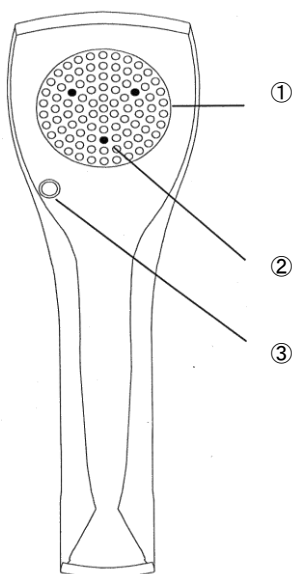

図2
2. 検査音表示側パネルの説明(図2)
- ① 内蔵ラウドスピーカ：内蔵ラウドスピーカは黒い格子の内側にあります。コントロールパネルに表示された強度を得るためには測定耳からの距離が50cmになるようにして下さい（ナローバンドノイズは表記数値から10dBHL低い値です）。
- ② LED：条件探索反応のために3つの刺激光呈示ランプがトライアングル状に配置されています。コントロールパネルのLightボタンを押すと、5Hzの間隔で点滅します。
- ③ コネクタージャック：本ジャック部に別売オプションのシングルイヤホン TDH39S を接続することが可能です。